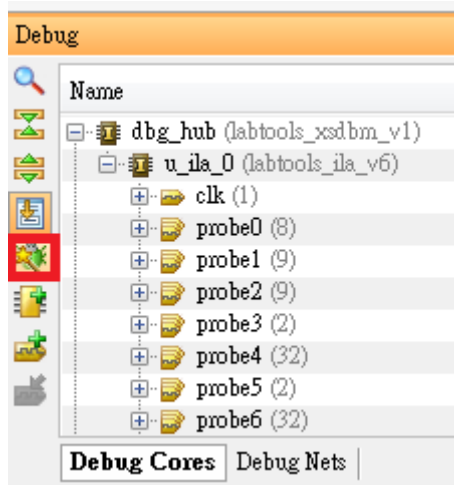

Figure 8
2.7 點選 Set Up Debug，並在跳出的視窗點選 Next，如 Figure 8 所示